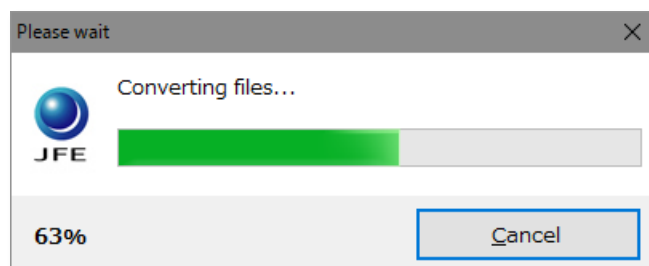

図 6.12 進捗状況
- (1) CSV 変換ウィンドウを開きます。
- (2) “Add” ボタンで物理量ファイルに変換したい Raw ファイルを“ファイルリスト”に追加します。
- (3) 必要があれば “Open” ボタンで物理量ファイルの保存先フォルダーを変更します。
- (4) “Start conversion” ボタンをクリックします。開始確認のダイアログが表示されますので、問題なければ“はい”をクリックすると変換処理を開始します。
- (5) 変換処理中は進捗状況が表示されます。“Cancel” ボタンでいつでも中断できます。(図 6.12)